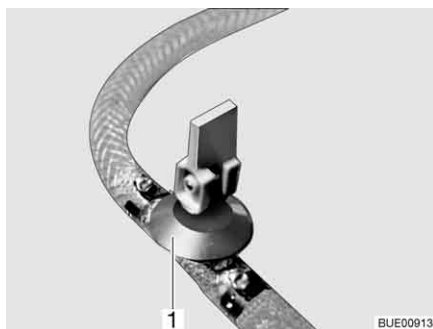
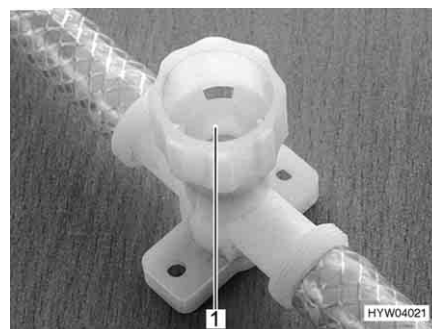

Fig. 236 Llave de desagüe (con balancín)
Fig. 237 Llave de desagüe (con tapa giratoria)
- Cerrar todas las llaves de desagüe. Para esto, poner el balancín de la llave de desagüe (Fig. 236, 1) en posición horizontal o girar la tapa de la llave de desagüe (Fig. 237, 1) en el sentido de las agujas del reloj.